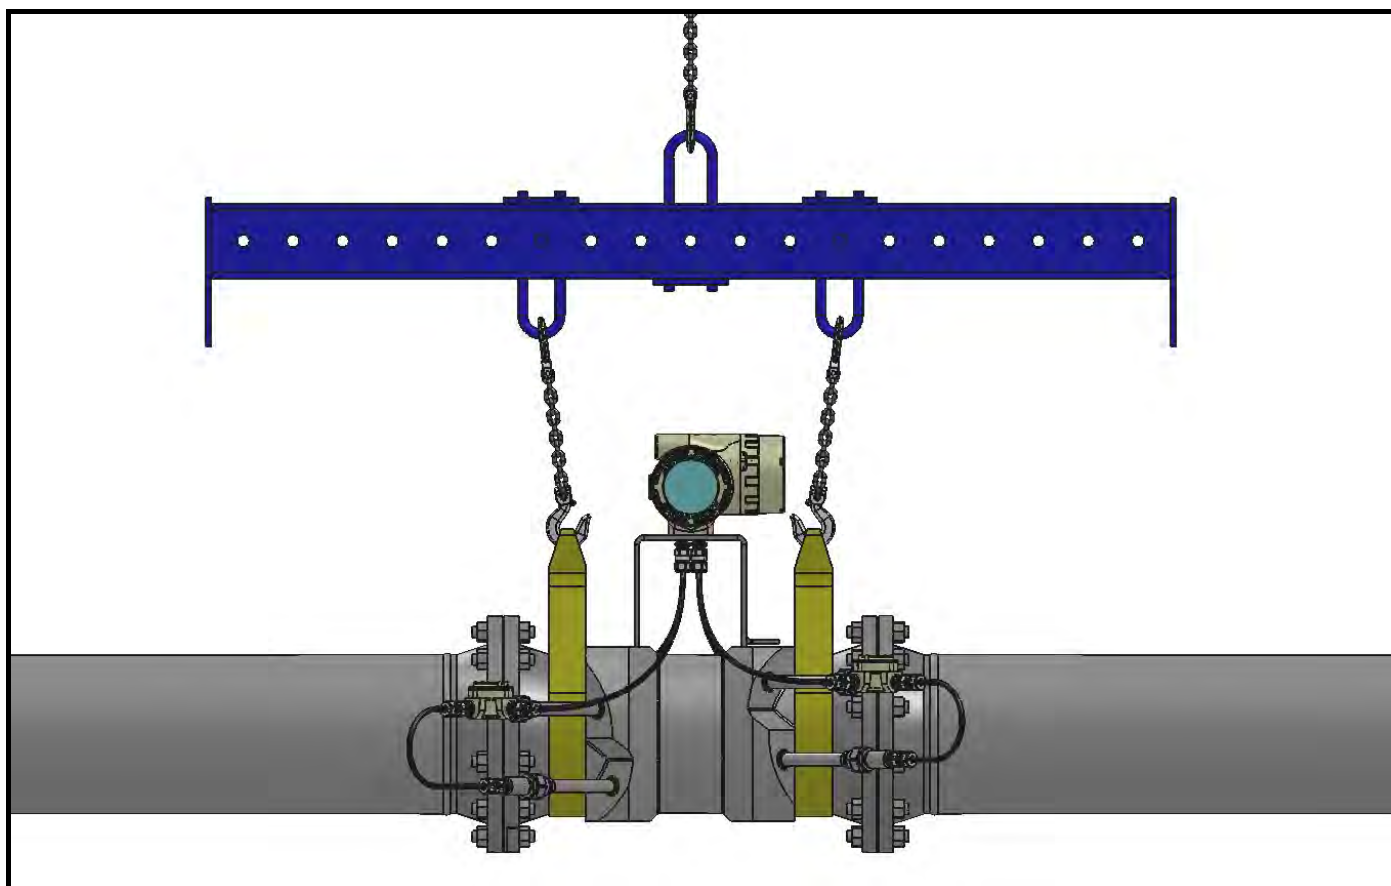

Figura 9: Posiciones de las correas de elevación
Para evitar posibles deformaciones, consulte el peso de ensamblaje en la etiqueta del **Sentinel LCT**, utilice un equipo de elevación de capacidad adecuada y coloque las correas de elevación en las posiciones indicadas (consulte la Figura 9).
- Asegúrese de que el **Sentinel LCT** esté orientado con el transmisor de flujo en posición vertical en la parte superior (consulte la Figura 9).